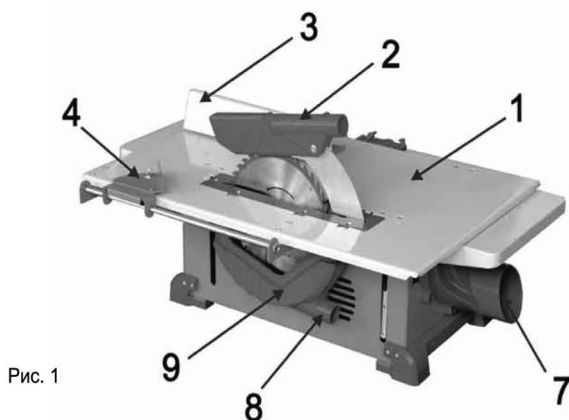

Рис. 1
1. Распиловка циркулярным диском (циркулярная пила). В этом режиме устанавливается специальный стол (См. Рис.1), расклинивающий нож, защитный кожух и циркулярный диск по дереву, упоры для продольного и поперечного пиления. Возможно прямое, наклонное пиление и пиление под углом.
2. Демонтируйте нижний кожух циркулярного диска (9)(См. Рис.1) .
Для установки циркулярного стола (1) (См. Рис. 1; 2; 8) необходимо:
1. Демонтировать упор (11) (См. Рис.1; 8), открутив гайки-барашки фиксирующих винтов. Данный упор не используется при глубине пиления более 65 мм. Если глубина пиления меньше 65 мм, то данное защитное ограждение необходимо установить.